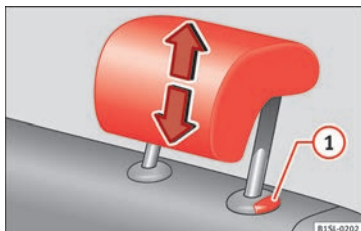

Bild 119 Ta bort nackskyddet för baksätet
- Dra nackskyddet ur fästet utan att släppa knappen » » bild 119 ①.